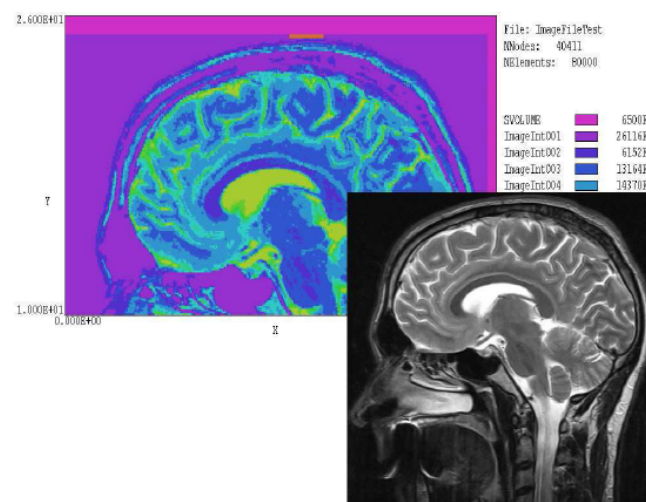

図31 「BRAINMRI」の例題。ビットマップ・イメージを形状適合3角形メッシュに変換。
本節では、視覚画像からメッシュを生成する手順を、図 31 のグレースケールの MRI ビットマップ・イメージを形状適合メッシュに変換する例を使って説明します。この例題では、**Mesh** のいくつかの高度な機能が紹介されます。また視覚画像の取り込みによって、どのようなことが可能になるかということも説明します。まず説明を始める前に、限界と制約について理解することが大切です。
- 電場または熱を解析するためには、画像が **TriComp** シリーズのコードで処理される、2次元座標の対称性と矛盾がないようにしないといけません。図 31 の画像は、明らかに平面(xy 直交座標系)または円筒対称性(rz 円筒座標系)がありません。この例は、メッシュ技法のデモとしてだけ考えるべきです。
- 視覚画像を処理するときに、**Mesh** は「Lightness(明度)」または「Hue(色相)」の値に基づいて解析領域を分割することができます。これらの値は、次の段階の解析プログラムで領域に指定される物理的性質と、なんらかの相関関係を持たなければなりません。場合によっては画像が直接的に有用なことがあります。たとえば、特有の色を持つ、複雑なポールピース(磁極片)の断面を撮影し、この写真を磁場解析において、対応する領域の作成に使うことができることでしょう。図 31 の画像は、直接的に有用でないかもしれません。Lightness の値は核種の濃度に依存していて、熱伝導率および導電率のような量とはほとんど関係ないかもしれません。
- 「PaintShop Pro」、「PhotoShop」、「GIMP」のようなプログラムにより前処理すると、画像の有用性を非常に高めることができます。たとえば、「投げ縄 (lasso)」ツールを用いて、図 31 の重要な脳の構造部分を選択し、それらを **Mesh** により容易に識別可能な、特徴的な色に変換することができるでしょう。
このような留意事項を念頭におき、図 31 の例の説明に進みます。次の入力ファイルが **Mesh** の例題ライブラリ(「Examples\MeshExamples」フォルダ)に入っています。
Windows/OS2 ビットマップ・フォーマットによるビットマップ・イメージ (図 31 の右下の図)
残りの 2 つの Region セクションで、電極部を頭部に取り付けます。「Electrode02」と指定された領域は、図 31 のメッシュの最上端近くにあるオレンジ色の四角形パーツとして見えます。